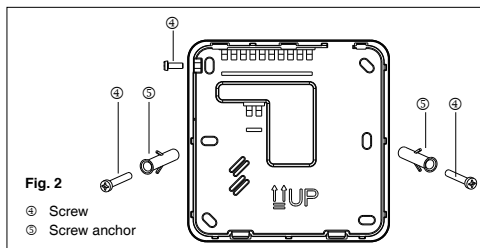

Fig. 2
- Ta bort låsskruven i den övre vänstra sidan för att separera enheten från styrenheten (Fig. 2). Montera enheten på väggen och markera borrhålen.
- Montera fast styrenheten på väggen med därtill avsedda pluggar ⑤.
- Stäng styrenheten med dess lock. Skruva åt locket med skruven som har tagits bort tidigare (Fig. 2).